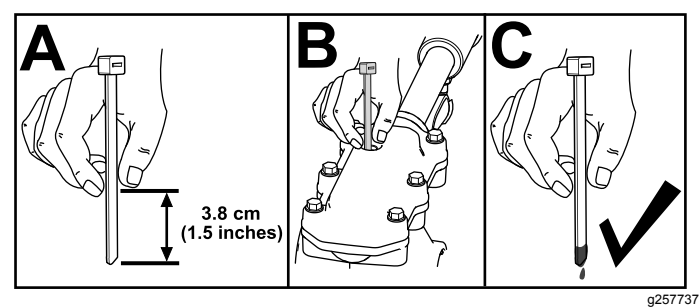

Figura 39
3. Controllate il livello dell'olio utilizzando un dispositivo di misurazione idoneo, come una fascetta per cavi pulita. L'olio deve trovarsi a circa 3,8 cm sotto l'apertura di riempimento (Figura 39).